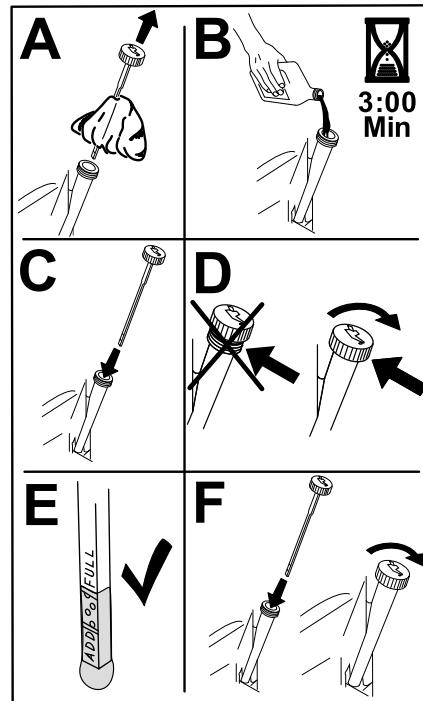

Figura 46
- Deite cerca de 80% do óleo especificado no tubo de enchimento e adicione lentamente o óleo adicional até chegar à marca Cheio (Figura 46).